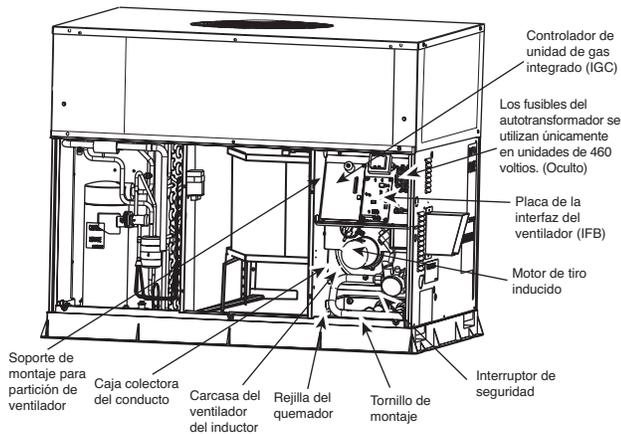
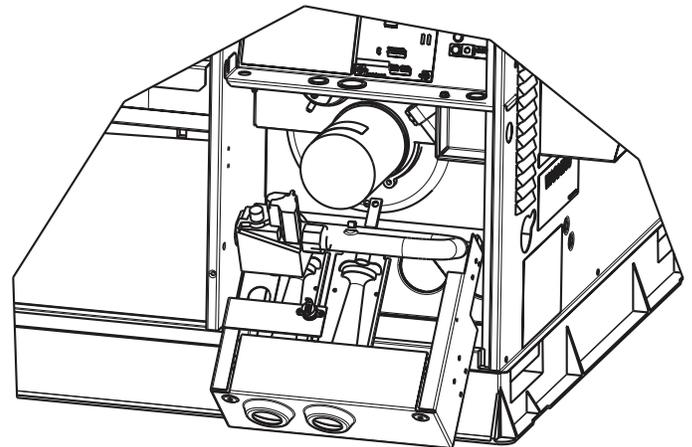

Fig. 24 – Carcasa del soplador y caja colectora del conducto
Fig. 27 – Bastidor del quemador extraído
3. Deslice el conjunto fuera de la unidad. (Consulte la Fig. 27). Limpie la rueda del soplador. Si se requiere una limpieza adicional, continúe con los pasos 4 y 5.
2. Quite los 11 tornillos que sujetan la cubierta de la caja colectora del conducto (consulte la Fig. 24) al conjunto del intercambiador de calor. Inspeccione los intercambiadores de calor.
5. Quite el soporte de montaje de la partición del ventilador (2 tornillos ubicados en el lado izquierdo del compartimiento de control en el panel de la partición del ventilador). Deslice el soporte hacia delante, primero la parte inferior, para quitarlo. (Consulte la Fig. 24).
7. Quite el tornillo de montaje que fija el bastidor del quemador a la base de la unidad (consulte la Fig. 24).
8. Deslice parcialmente el bastidor del quemador hacia afuera de la unidad (consulte la Fig. 24 y la Fig. 27). Quite el encendedor y los cables del sensor del conjunto del quemador. Quite los cables del interruptor de seguridad.
9. Deslice el bastidor del quemador hacia afuera de la unidad (consulte la Fig. 24 y la Fig. 27).